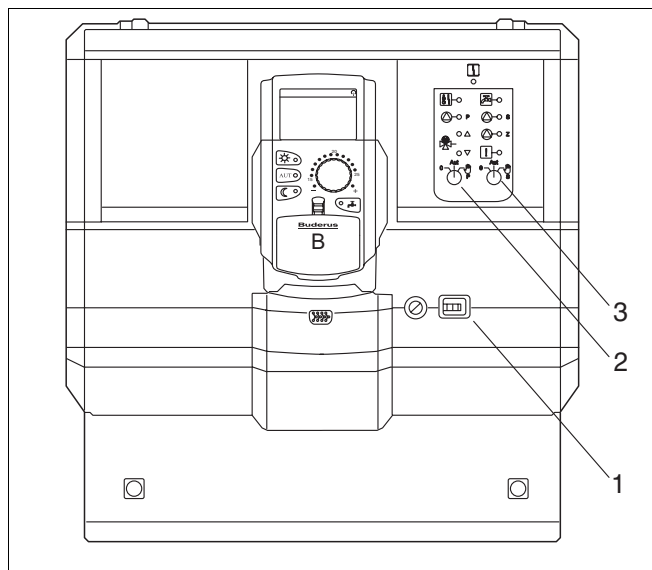

Fig. 17 Logamatic 4126
- Conectarea aparatului de reglare de la comutatorul (Fig. 17, **Poz. 1**) de funcționare.
- Circuitul primar (Fig. 17, **Poz. 2**) la comutator  poziționare manuală.
- Circuit secundar (Fig. 17, **Poz. 3**) la comutator  poziționare manuală.